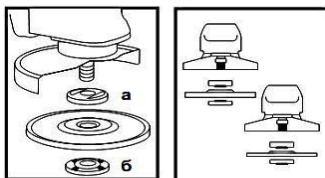

Рисунок 2
- 4.4 Встановіть на виріб шліфувальний або відрізний круг. Для цього натисніть на кнопку фіксації шпинделя (1) і поверніть його до такого положення, при якому він зафіксується. За допомогою вилючного ключа з комплексу виробу відверніть і зніміть затискну гайку (б) (дивіться рисунок 2). Ключ, для більшої зручності можна розмістити у спеціальному отворі рукоятки (4). Встановіть шліфувальний диск на посадкове місце фланцевої шайби (а) (рисунок 2), наживіть рукою затискну гайку на шпindel і затягніть її ключем з комплексу приладу.